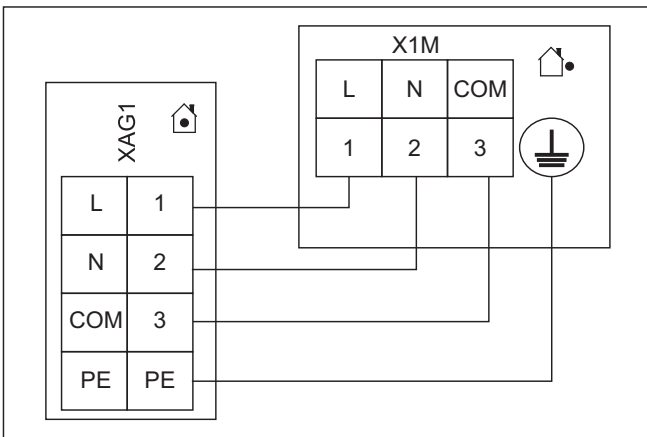

Bild 4-35 Anschluss Wärmepumpenaußengerät
- 2 Wärmepumpenaußengerät an die Klemmleiste XAG1 (siehe Bild 4-35) anschließen.